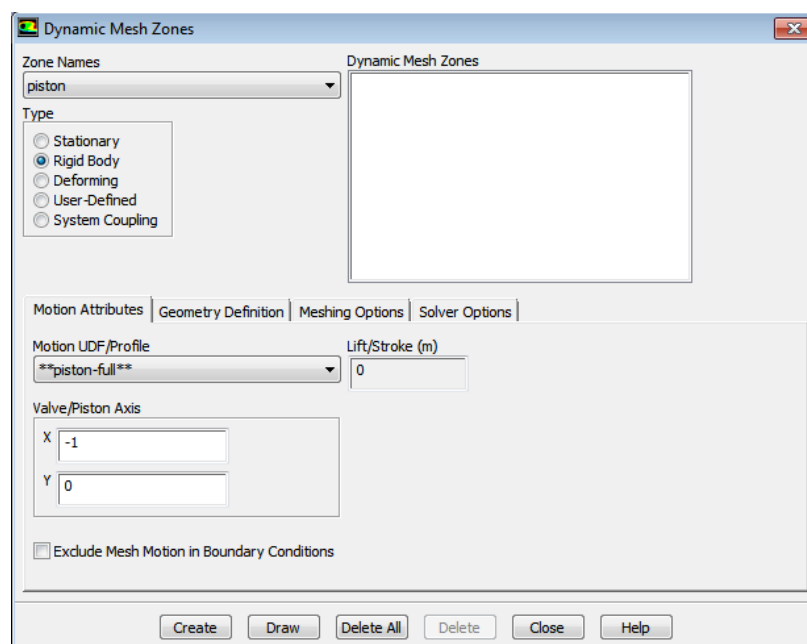

Рисунок 31 – Меню задания параметров зоны сетки *piston*
- осуществляется задание параметров области *piston* (рисунок 31):